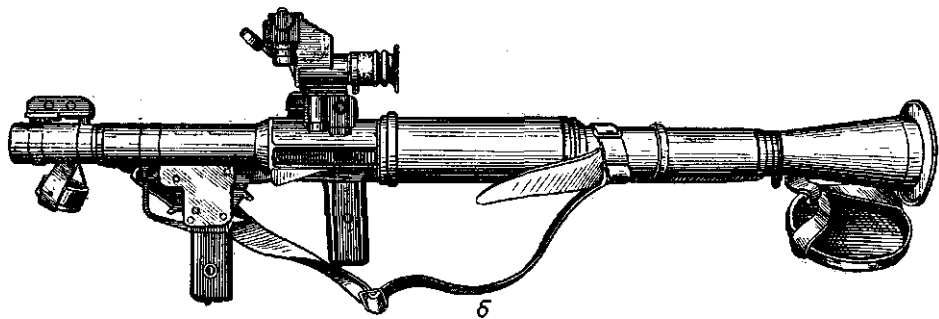

Рис. 1. Общий вид ручного противотанкового гранатомета:
1. Ручной противотанковый гранатомет РПГ-7 и РПГ-7Д1 (рис. 1) предназначен для борьбы с танками, самоходно-артиллерийскими установками и другими бронированными средствами противника. Кроме того, он может быть использован для уничтожения живой силы противника, находящейся в легких укрытиях, а также в сооружениях городского типа.